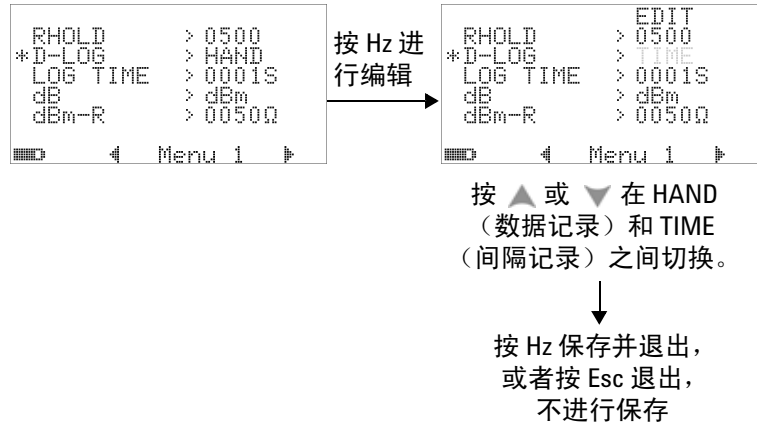

图 4-3 数据记录设置
- 1 设置为“HAND”可启用“manual (hand) data logging”，设置为“TIME”可启用“interval (time) data logging”。请参考下图 4-3。